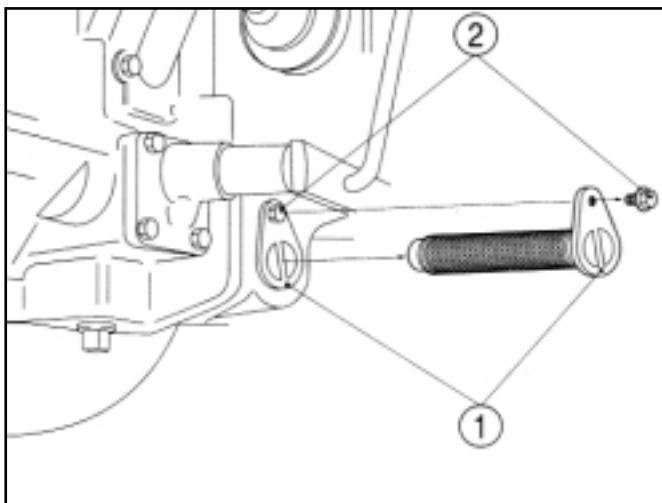

FIG. 103a / ABB. 103a / FIG. 103a
Type S : Le filtre de transmission, situé à gauche du tracteur, en avant de la roue arrière, (1) dans la Fig. 103a, doit être nettoyé lorsque l'huile est renouvelée. Après que l'huile de transmission a été vidée, déposez le boulon de fixation (2) et enlevez le filtre du carter arrière.
Typ S: Der vor dem linken Hinterrad angeordnete GetriebeölfILTER (1) in Abb. 103a muss beim Ölwechsel gereinigt werden. Nach Ablassen des Öls die Sicherungsschraube (2) entfernen und den Filter aus der Gehäuserückseite ziehen.
Type S: Het transmissieoliefILTER, dat zich op de linkerzijde van de tractor achter de voorzijde van het achterwiel (1) bevindt in Fig. 103a, moet worden gereinigd wanneer de olie wordt ververst. Verwijder na het aftappen van de olie de bevestigingsbout (2) en trek het filter los van de achterwielkast.